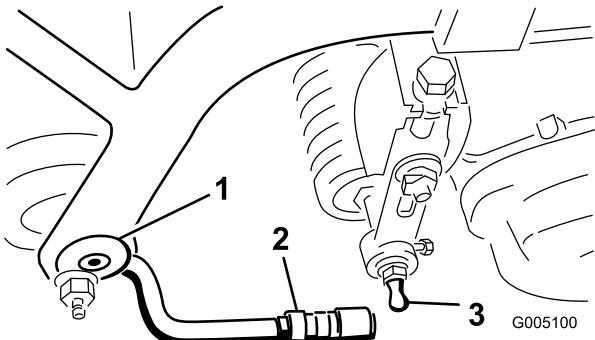

Figura 11
2. Montate una rondella ed un prigioniero a sfera su ciascun lato del rullo anteriore degli apparati di taglio (Figura 11).